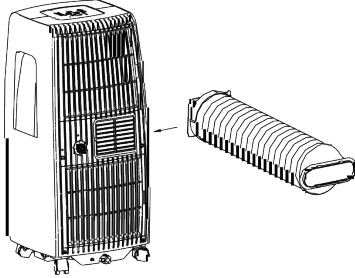

Fig. 18
8. Før inn utløpsslangen i luftutløpet i pilens retning (fig. 18).
1. Lag et hull i vegg. Monter utløpsadapter A på utsiden av vegg med 4 stk. ekspansjonsplugger og treskruer (fig. 18). Stram godt til.